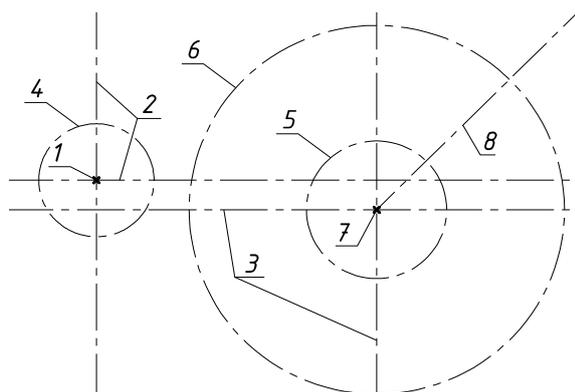
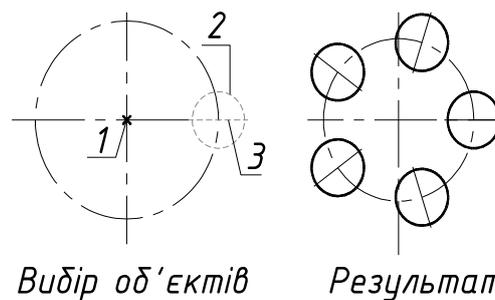

Рис.3.17
Рис.3.19
- За допомогою команди XLINE креслимо осьові лінії 1 (рис.3.17.)
Будуємо 5 кіл розташованих по колу з центром в точці т.7 (рис.3.17). Побудова кругового масиву у правій частині здійснюється аналогічним чином (рис.3.19).